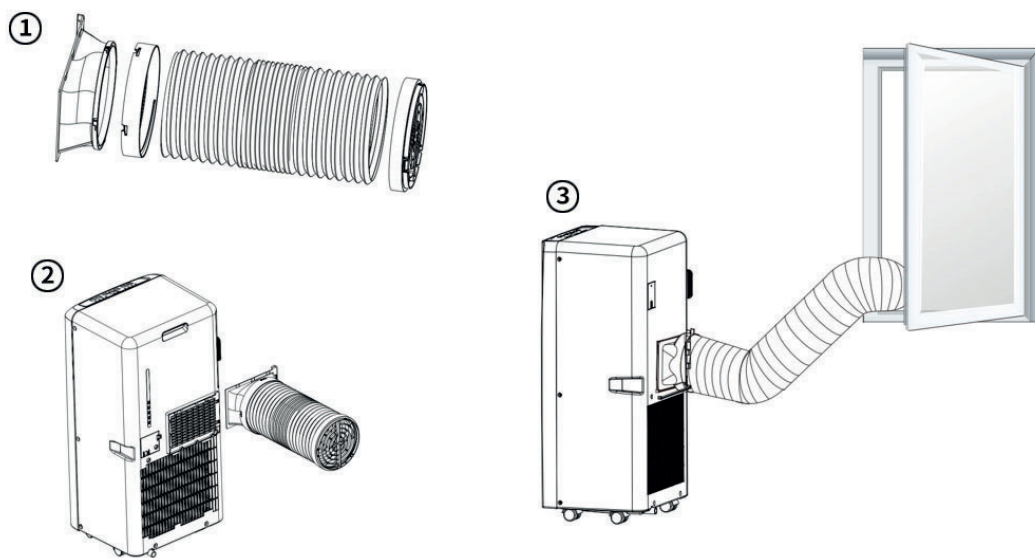

Fig. 4
3. Placez l'autre extrémité du tuyau d'évacuation près du rebord de la fenêtre (voir Fig. 4.).